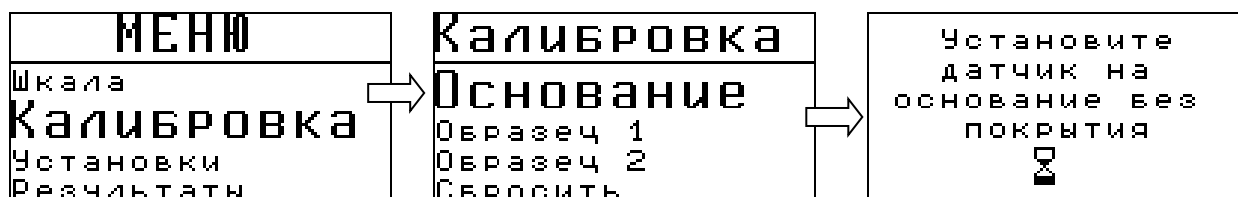

Рис.2-6 Последовательность действий при калибровке нуля на чистом основании
**Шаг 2.** Выберите кнопками  пункт **ОСНОВАНИЕ** и нажмите кнопку . (рис.2-6)